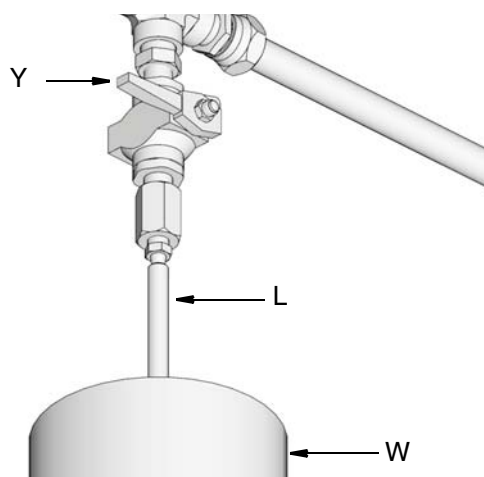

FIG. 24:
- Per scaricare la pressione fra la pompa di riempimento (F) e il dispositivo di intercettazione riempimento automatico (B), aprire la valvola a sfera (bv) (FIG. 24). La pressione viene scaricata e il fluido in eccesso viene drenato attraverso il tubo di scarico (L) nel contenitore di troppo pieno di lubrificazione (W).